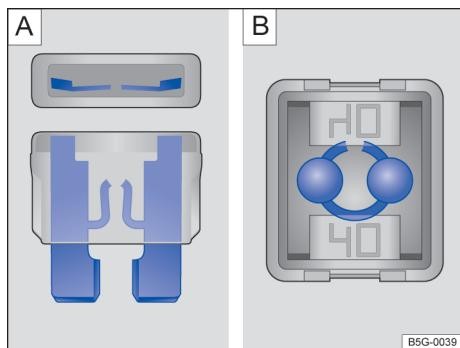

Fig. 144 Fusível queimado: [A] fusível plano, [B] fusível de bloqueio.
- Um *fusível plano (ATO®, MINI®)* queimado é reconhecido de cima ou de lado pela carcaça transparente nas faixas metálicas derretidas → Fig. 144 [A].
- Um *fusível de bloqueio (JCASE®)* queimado é reconhecido pelas faixas metálicas derretidas por cima da carcaça transparente → Fig. 144 [B].